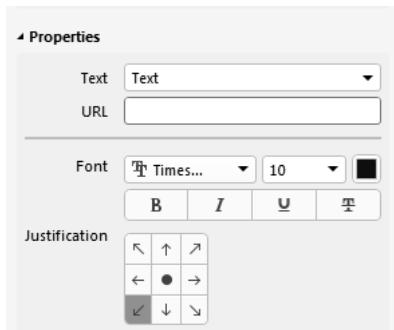

图 5-58 字符标注属性设置
(1) 执行菜单命令“放置-文本字符串”，可以放置字符标注。
(2) 在放置状态下按“Tab”键，可以对字符标注属性进行设置，如图 5-58 所示，默认的文本属性为“Text”，可以根据实际需要改成自己需要输入的标注内容。